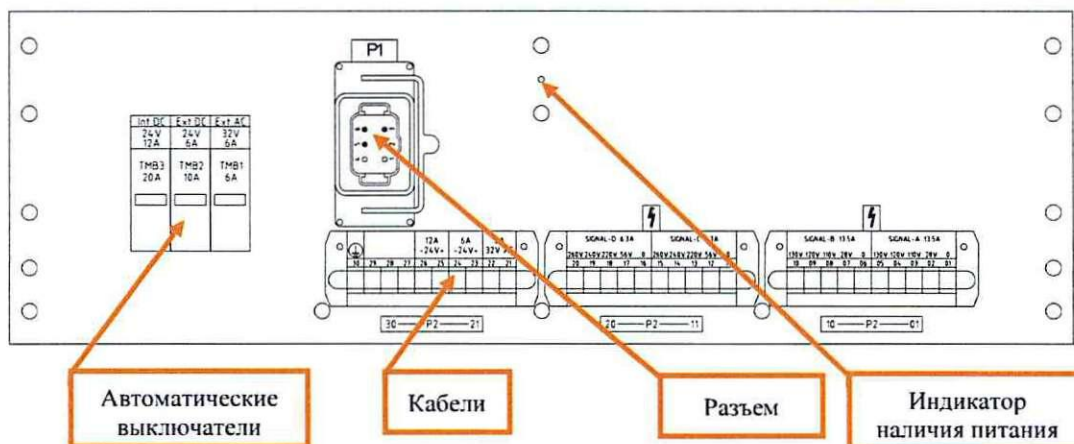

Рисунок 11. Отключаемые элементы от источника питания PSU-41.
питания (Рисунок 11).
7.6.4 Отсоединить от источника питания разъем с кабелем «P1» при помощи замка-защелки и отсоединить все подключенные к источнику питания кабели из посадочных, руководствуясь рабочей документацией (Рисунок 11).